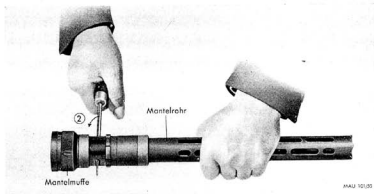

Abb. 50: MG 81; Abschrauben der Mantelmuffe vom Mantelrohr
② Durch die beiden Durchbrüche einen Schraubenzieher stecken und die Mantelmuffe vom Mantelrohr abschrauben (Abb. 50).